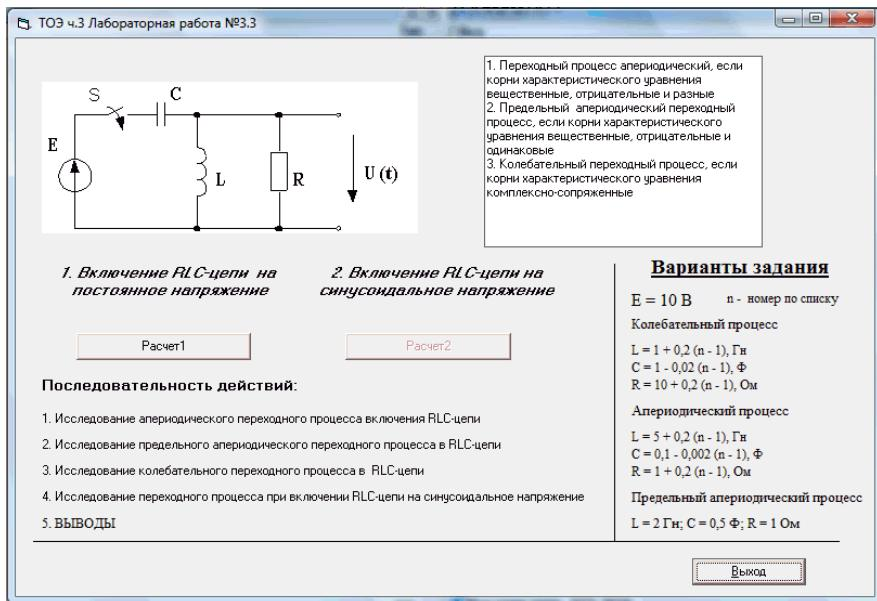

Рисунок 1 – Окно последовательности проведения лабораторной работы
- 2.1. Запустить «рабочего стола» программу лабораторная работа рисунок 1.